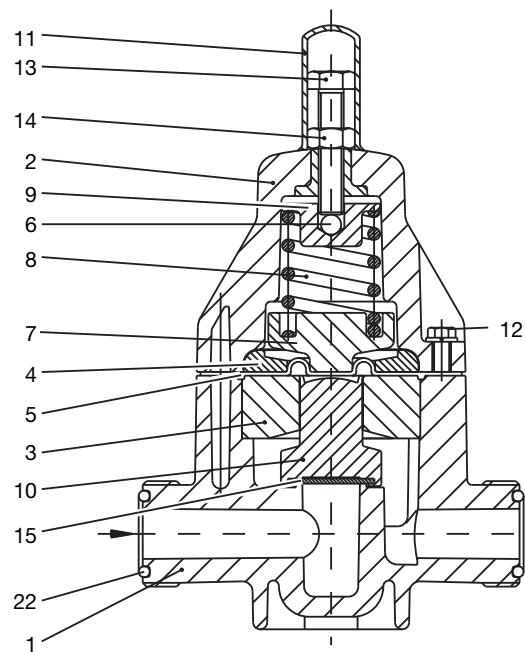

Abb. 4
Druckhalteventil zerlegen (siehe Abb. 4):
(siehe Abb. 4)
* Positionsnummern siehe Abb. 4 und 5